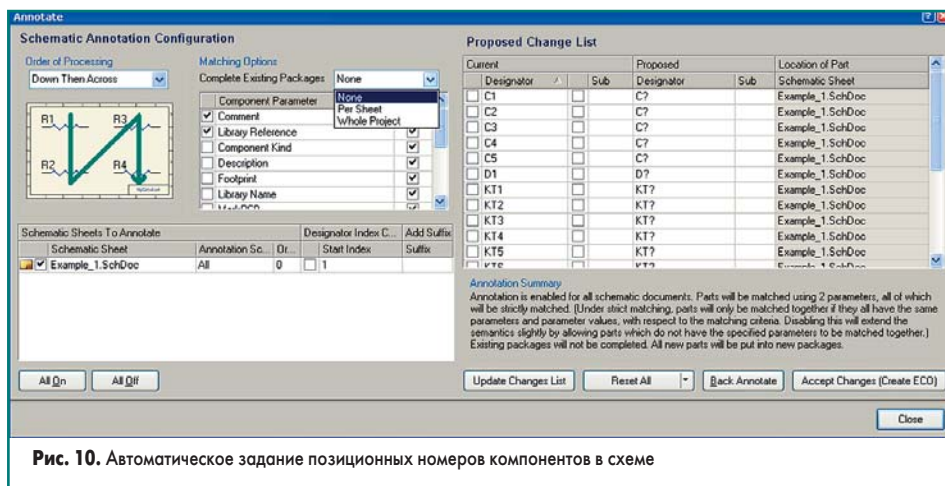

Рис. 10. Автоматическое задание позиционных номеров компонентов в схеме
- **Order of processing** — выбор направления автоматического присвоения позиционных номеров (рис. 10);